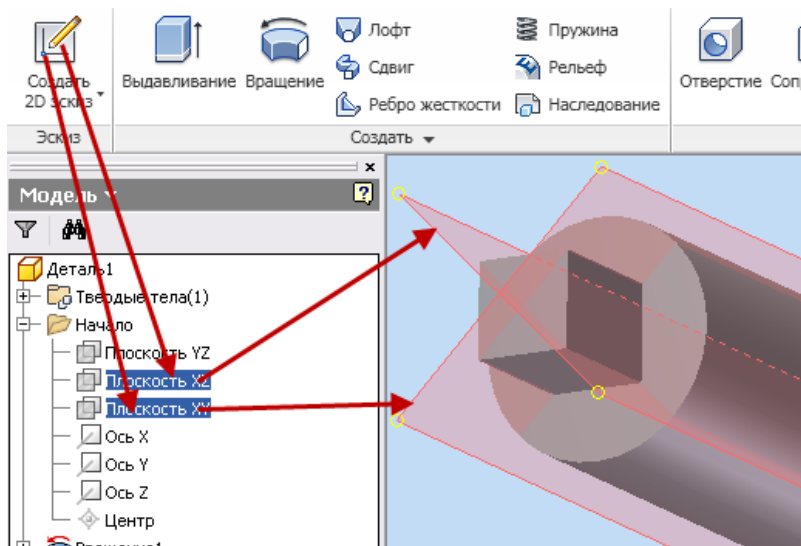

Рис. 3.55. Выбор плоскости эскизирования
- Щелкните по  **Создать 2D эскиз**, укажите на любую из плоскостей, проходящую по диагонали квадратного сечения, XY или XZ и сделайте щелчок мышью (рис. 3.55).